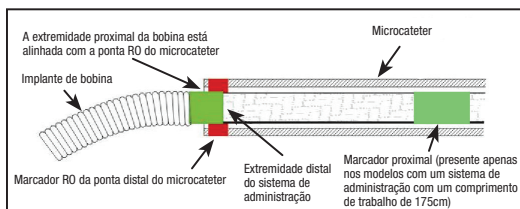

Figura 4 – Posição das tiras marcadoras para separação
25. Avance a bobina para o local pretendido até o marcador radiopaco proximal no sistema de administração ficar alinhado ou ligeiramente distal em relação ao marcador RO da ponta distal do microcateter, posicionando a zona de separação imediatamente fora da ponta do microcateter. Consulte a Figura 4.